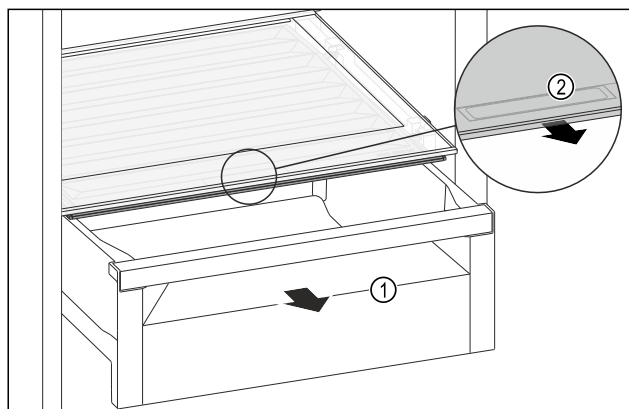

Fig. 123
- ▶ Извлеките выдвижной ящик Fig. 123 (1).
- ▶ Возьмитесь за утопленную ручку Fig. 123 (2) на крышке отделения и одновременно потяните крышку отделения вперед.